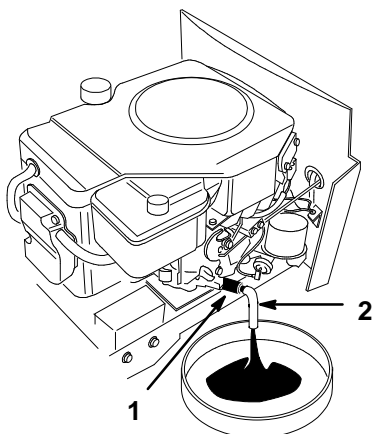

Figure 21
5. Placer un bac de vidange sous l'ouverture. Tourner l'obturateur de 1/8 de tour vers la gauche et le tirer vers l'extérieur pour ouvrir la vidange (Fig. 21).